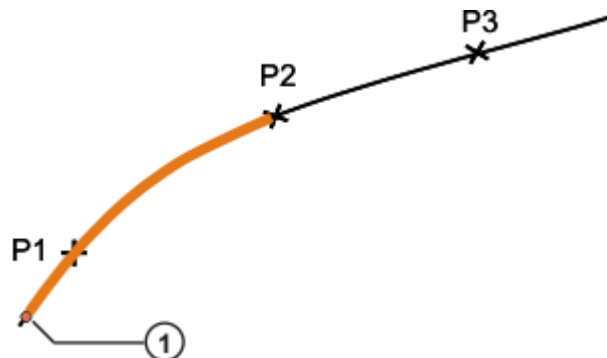

图 7-8: 带预进的逻辑运动示例
有预进编程设定的与信号有关的等待功能允许在指令行前创建的点进行轨迹逼近。但预进指针的当前位置却不唯一（标准值：三个运动语句），因此无法明确确定信号检测的准确时间 (1) (>>> 图 7-8)。除此之外，信号检测后也不能识别信号更改！